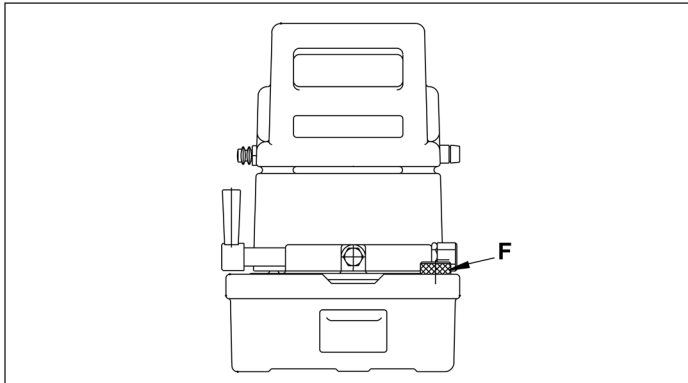

Figure 10
7.2 Vidange de l'huile (Figure 10)